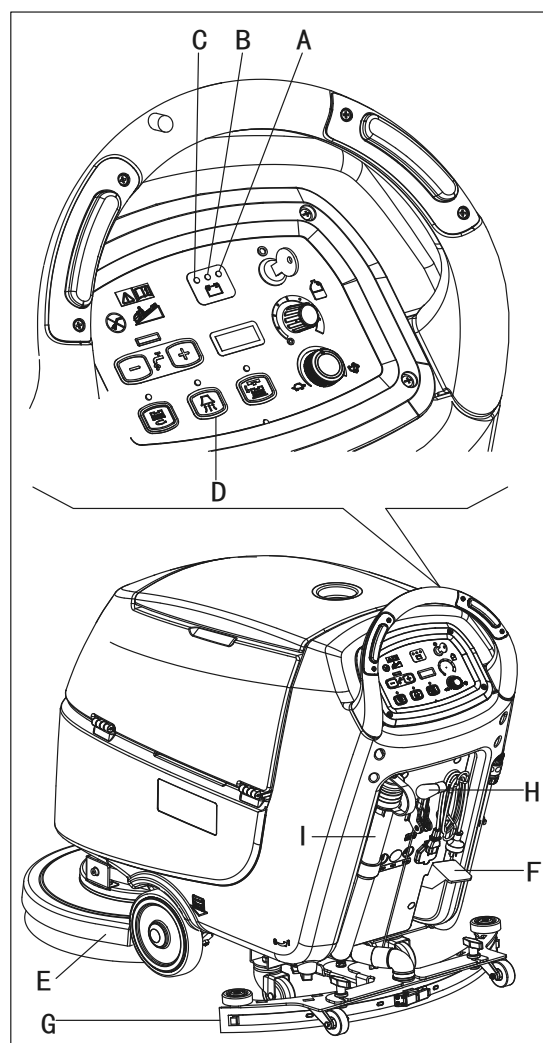
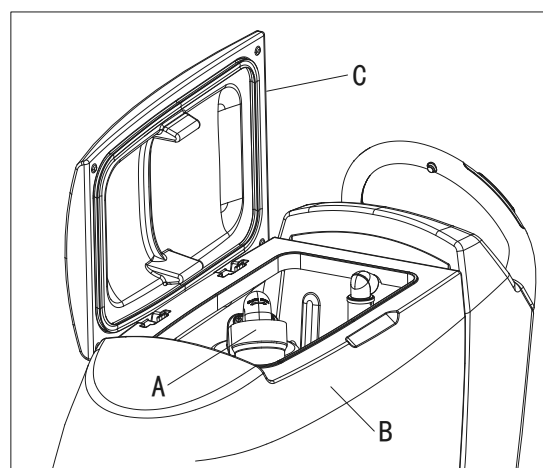

Figure 12
Figure 13
Jusqu'à ce que le témoin lumineux vert (A, Fig. 12) reste allumé, les batteries permettent à la machine de travailler normalement. Lorsque le témoin lumineux vert (A) s'éteint, et le témoin lumineux jaune (B) s'allume, il est conseillé de charger les batteries, parce que la charge restante ne durera que pendant quelques minutes (en fonction des caractéristiques de la batterie et du travail à effectuer). Lorsque le témoin lumineux rouge (C) s'allume, les batteries sont complètement déchargées. Après quelques secondes, la brosse/le support de disque est automatiquement éteint, tandis que le système d'aspiration et (uniquement pour les machine à traction) le système d'entraînement restent allumés, pour terminer le séchage du sol et conduire la machine à la zone de recharge.
Un système automatique de fermeture à flotteur (A, Figure 13) bloque le système d'aspiration lorsque le réservoir d'eau de récupération (B) est plein. La désactivation du système d'aspiration est indiquée par une augmentation soudaine de la fréquence du bruit du moteur du système d'aspiration, le sol aussi ne s'est pas séché.
**Si le système d'aspiration s'éteint accidentellement (par exemple, lorsque le flotteur est activé en raison d'un mouvement soudain de la machine), pour reprendre l'opération: désactiver le système d'aspiration en appuyant sur le commutateur (D, Fig. 12), puis retirer le couvercle (C, Fig. 13) et vérifier que le flotteur à l'intérieur de la grille (A) a baissé jusqu'au niveau de l'eau. Ensuite, remettre le couvercle (C) et mettre le système d'aspiration en appuyant sur le commutateur (D, Fig. 12).**
Lorsque le réservoir d'eau de récupération (B, Fig. 13) est plein, le vider selon la procédure suivante.
2. Soulever la tête de brosse de la brosse/du support de disque (E, Fig. 12) en appuyant sur la pédale (F). (seulement pour machine à disque)
3. Soulever la raclette (G) avec le levier (H).
5. Vider le réservoir d'eau de récupération avec le tuyau (I). Ensuite, rincer le réservoir (B, Fig. 13) avec de l'eau propre.